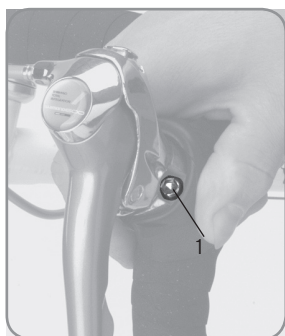

Figure 25. Boulon de serrage du levier de frein, type route
1. Localisez le boulon de serrage du levier (figures 25, 26 et 27).